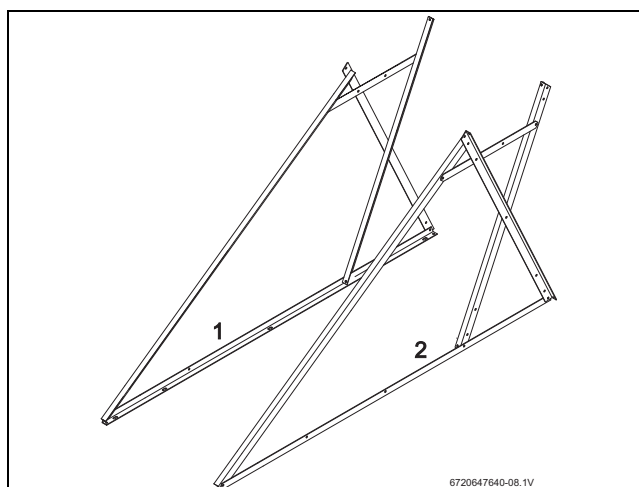

Fig. 14 Montar otro triángulo lateral
- ▶ Montar otro triángulo lateral (Fig. 14, [2]) simétrico al primero [1].